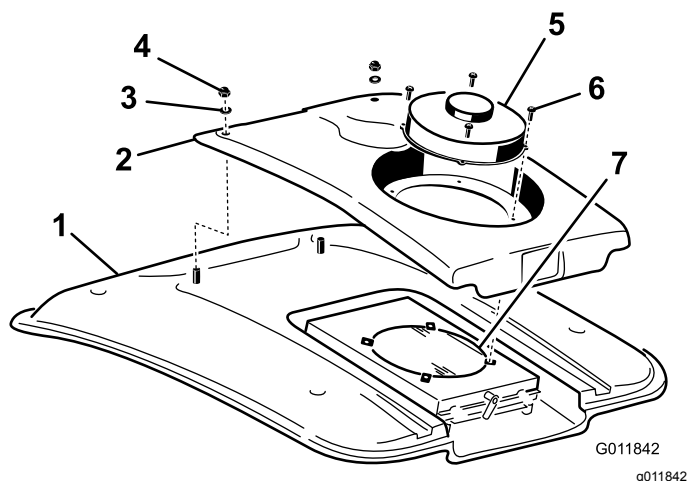

Figura 114
2. Retire os 4 parafusos que fixam a ventoinha e a cobertura do condensador à ventoinha (Figura 114).
4. Retire as duas porcas e anilhas que prendem parte da frente da cobertura dos condensadores ao teto da cabina (Figura 114).
8. Limpe cuidadosamente o condensador do ar condicionado com ar comprimido (Figura 114).